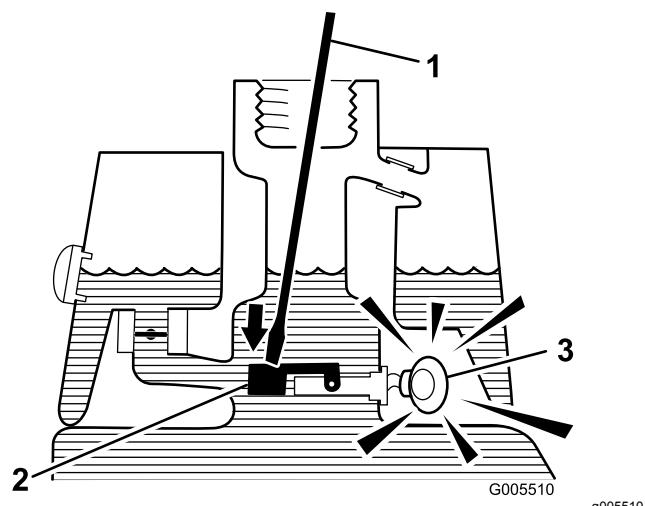

図 41
3. 汚れのついていない鉄の棒やねじ回しなどをタンクの首から差し込んで、スイッチのフロート図 41を押し下げる一秒後にアラームがなれば正常。